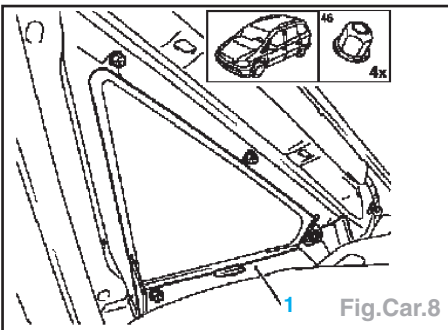

Fig.Car.8
- la fenêtre latérale AV (4 écrous) (Fig.Car.8),